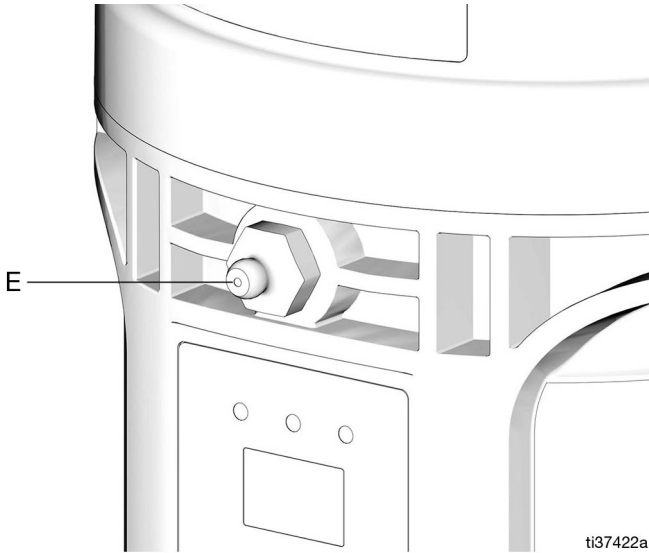

図 19
1. 充填ホースをZerkインレット充填金具(E) (図 19) に接続してください。